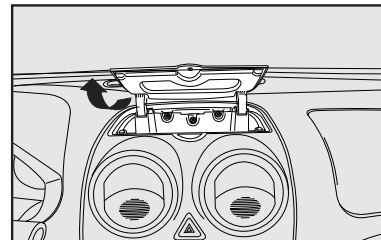

fig. 71
- na parte superior central do painel **fig. 71**;